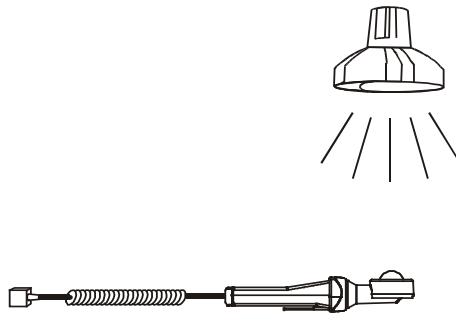

Abbildung 5.46: Positionierung des Beleuchtungssensors
- Schalten Sie den Beleuchtungssensor ein und positionieren Sie den Sensor unter der Lichtquelle (siehe Abbildung 5.46).